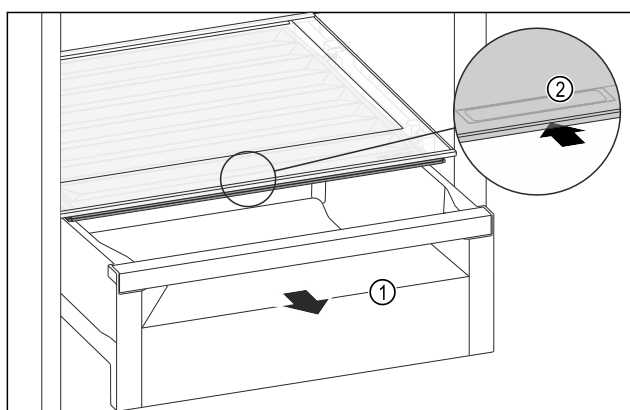

Fig. 194
- Schubfach Fig. 194 (1) herausziehen.
- Griffmulde Fig. 194 (2) am Fachdeckel anfassen und Fachdeckel gleichzeitig nach hinten schieben.